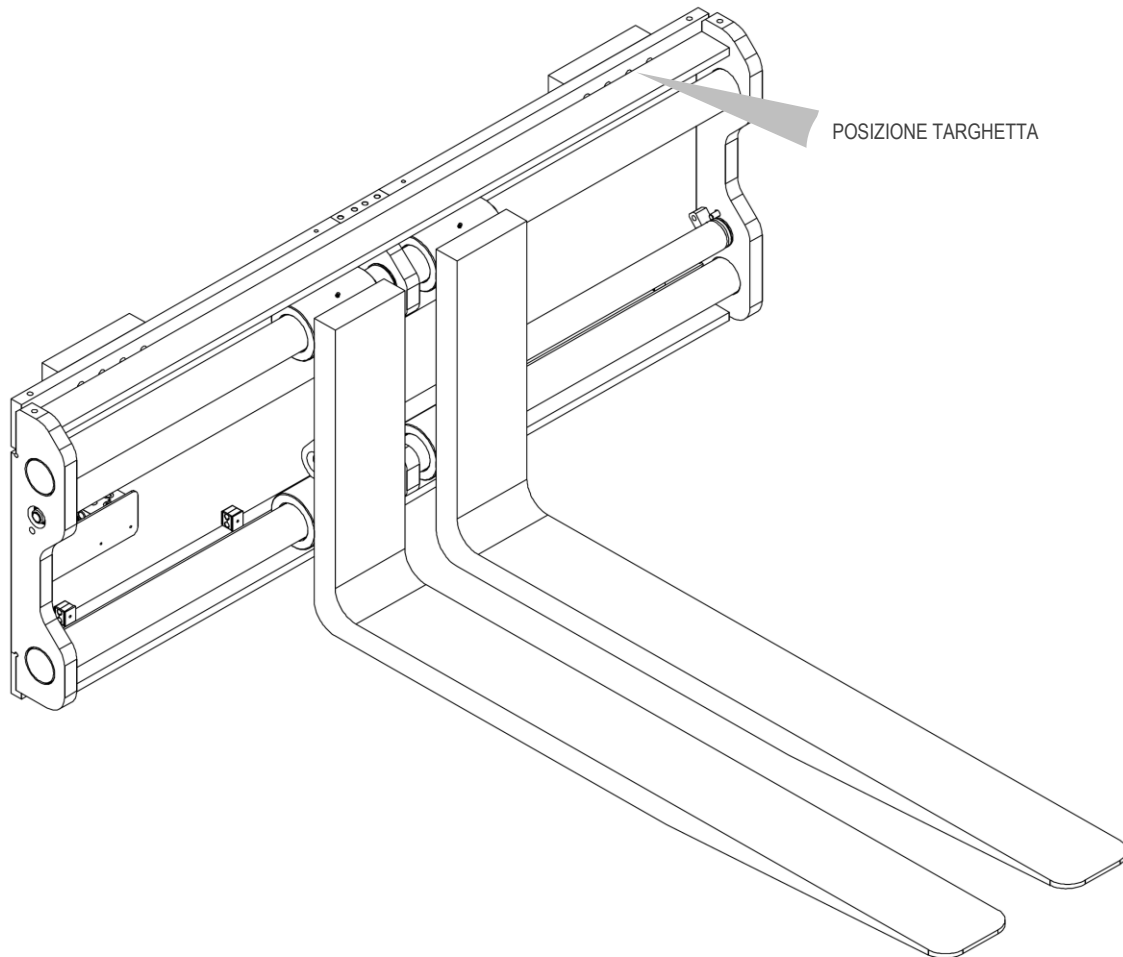

Figura 1
Tutte le attrezzature A.T.I.B. - REGISTRATORE FORCHE A DOPPIA BARRA TIPO 673 vengono identificate mediante targhetta adesiva (vedi *Tabella 1*) posizionata sull'attrezzatura (vedi *Figura 1*, la targhetta in tutte le tipologie è posizionata nella zona indicata in figura), fare sempre riferimento al numero di matricola.
A tale scopo dovranno essere utilizzate cinghie o catene opportunamente dimensionate al peso dell'attrezzatura indicato in targhetta (vedi *Figura 1* e la *Tabella 1* a pag. 6).
11. Collegare il circuito idraulico, assicurandosi che la pressione di esercizio delle tubazioni sia superiore o uguale a quella indicata sulla targhetta di identificazione (vedi *Figura 1* e la *Tabella 1* a pag.6).